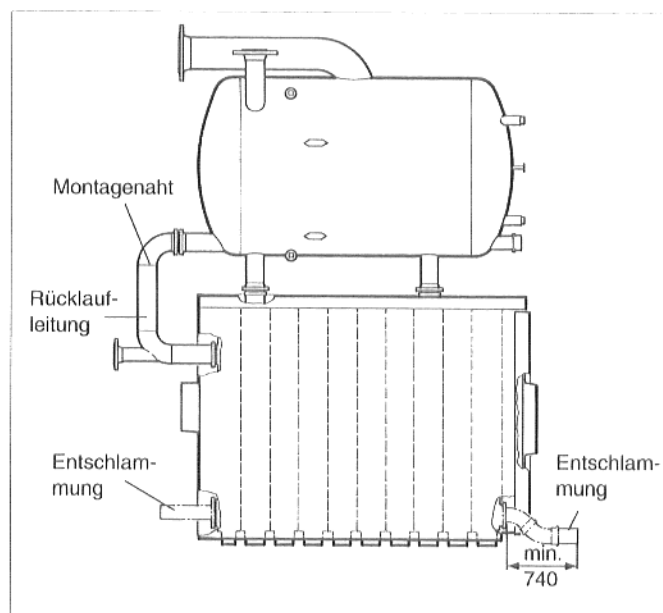

Abb. 15
- Dampftrommel wie in Abb. 15 zu sehen auf den Kesselblock aufsetzen.
- Die Rücklaufleitung (Abb.15) hinten am unteren Abgang der Dampftrommel und an den oberen Abgang des Anschlußgliedes anflanschen (Dichtung nicht vergessen).
- Die in Abb. 15 angezogene Schweißnaht ist nur geheftet und muß nach den entsprechenden Vorschriften auf der Baustelle durchgeschweißt werden.
Um ein einwandfreies Öffnen der Brennentür zu gewährleisten, empfehlen wir in den Gewindeflansch am Vorderglied zwei lange Bogen G4 - 45° nach DIN 2950 R 2" (Abb. 15) bauseitig einzudichten. Auf das freie Ende des Rohrbogens ist ein Entschlammungsventil (Schnellschlußventil) bauseitig aufzudichten. Die Gesamtlänge muß 740 mm betragen, damit die Brennentür problemlos zu öffnen ist.